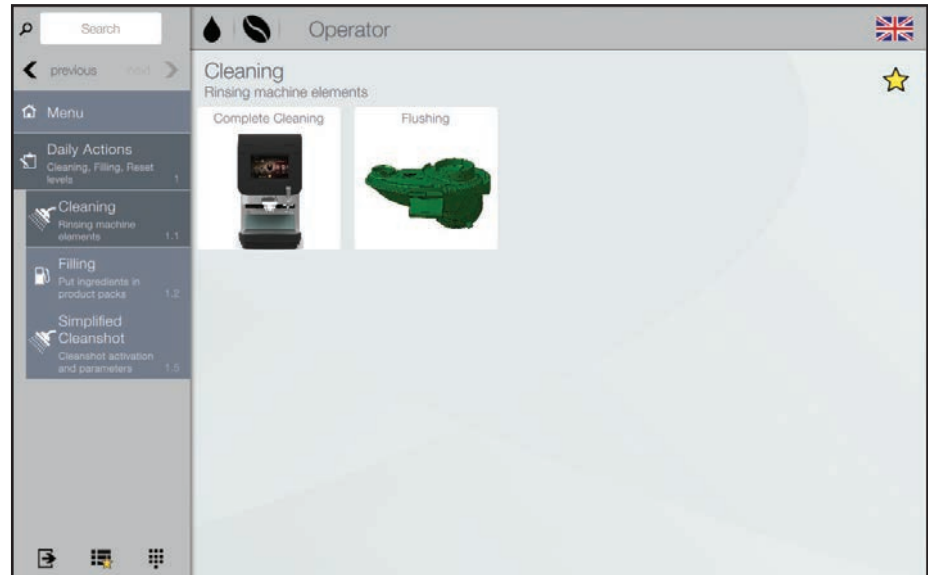

Fig. 6.6 - Rengøring
- Følg vejledningen i afsnittene "Gennemskylning" og "Komplet rengøring", se kapitlet "Rengøring" (fig. 6.6).